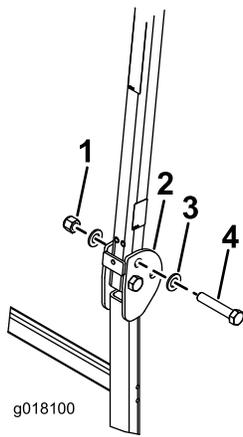

Bild 7
3. Legen Sie eine Scheibe (13/16" x 1/2") auf jede Schraube (3/4" x 4"), wie in **Bild 7** abgebildet.
4. Setzen Sie die Schrauben und Scheiben in die Löcher ein, aus denen Sie die Stifte entfernt haben (Bild 7).
5. Legen Sie eine weitere Scheibe auf jede Schraube und befestigen sie mit Muttern (3/4"), wie in Bild 7 abgebildet. Ziehen Sie die Muttern bis auf 323-396 N·m an.
6. Ziehen Sie die Drehschraube am Überrollschutz (Bild 7) mit 91-113 N·m an, damit der Überrollbügel und das Sonnendach nicht springen.